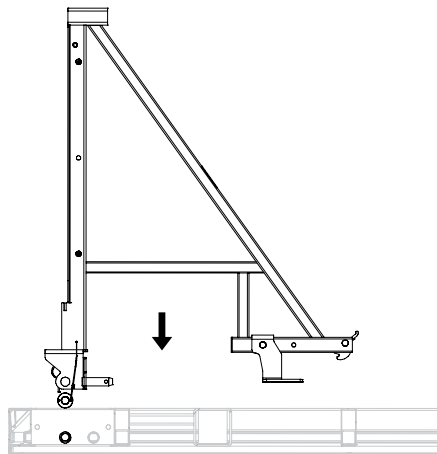

Fig. A3.10
4. Positionner la console MXK (1) sur le contreventement (10.2). (Fig. A3.10 + A3.11 + A3.12)